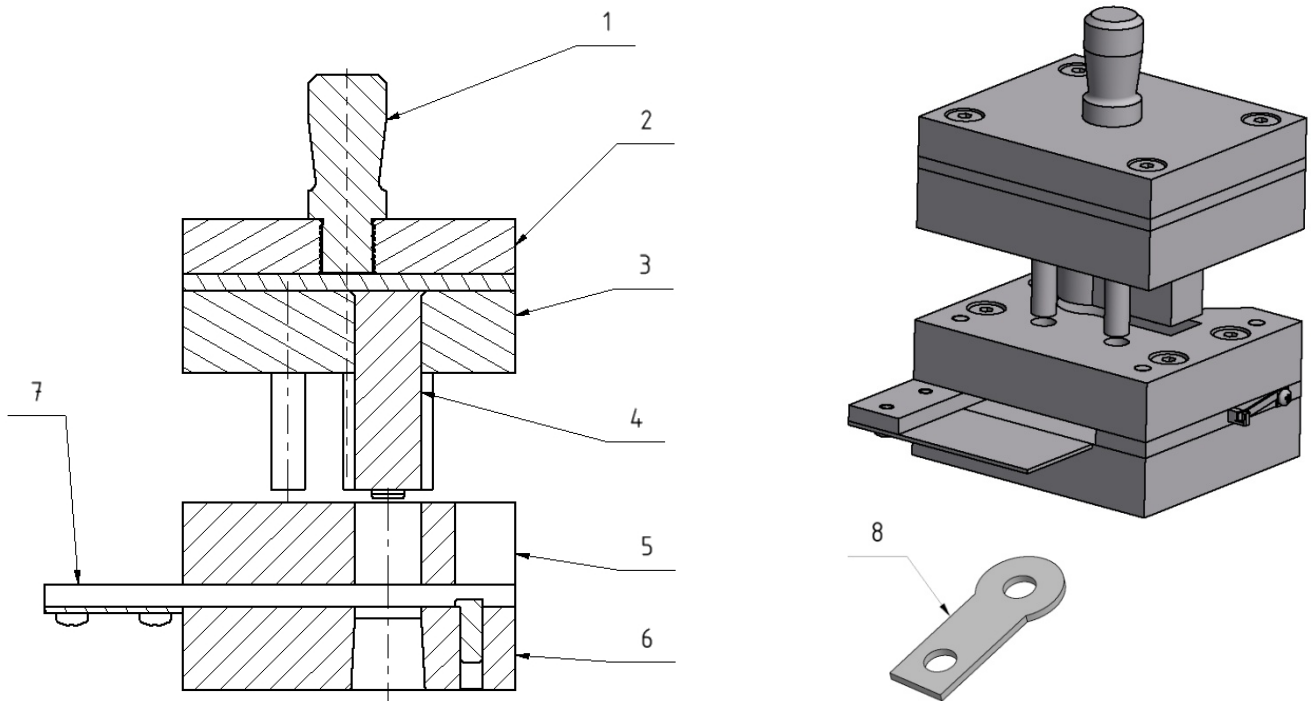

Bild 2-2 Folgeschneidwerkzeug für Platte mit zwei Bohrungen
■ Folgeschneidwerkzeug für Platte mit zwei Bohrungen	Bild 2-2